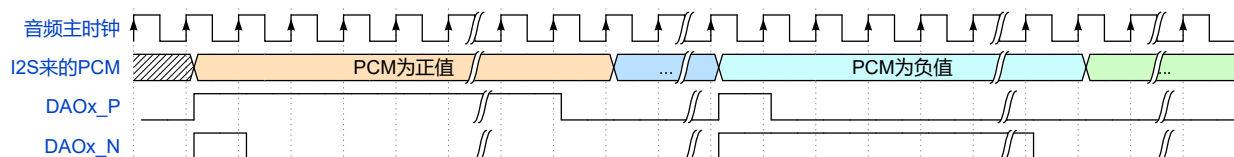

图 60: DAO 输出波形, 当 CTRL[REMAP]=0 时
- 在 CTRL[REMAP] 为 0 时，P 管脚和 N 管脚上输出的波形如图 60。